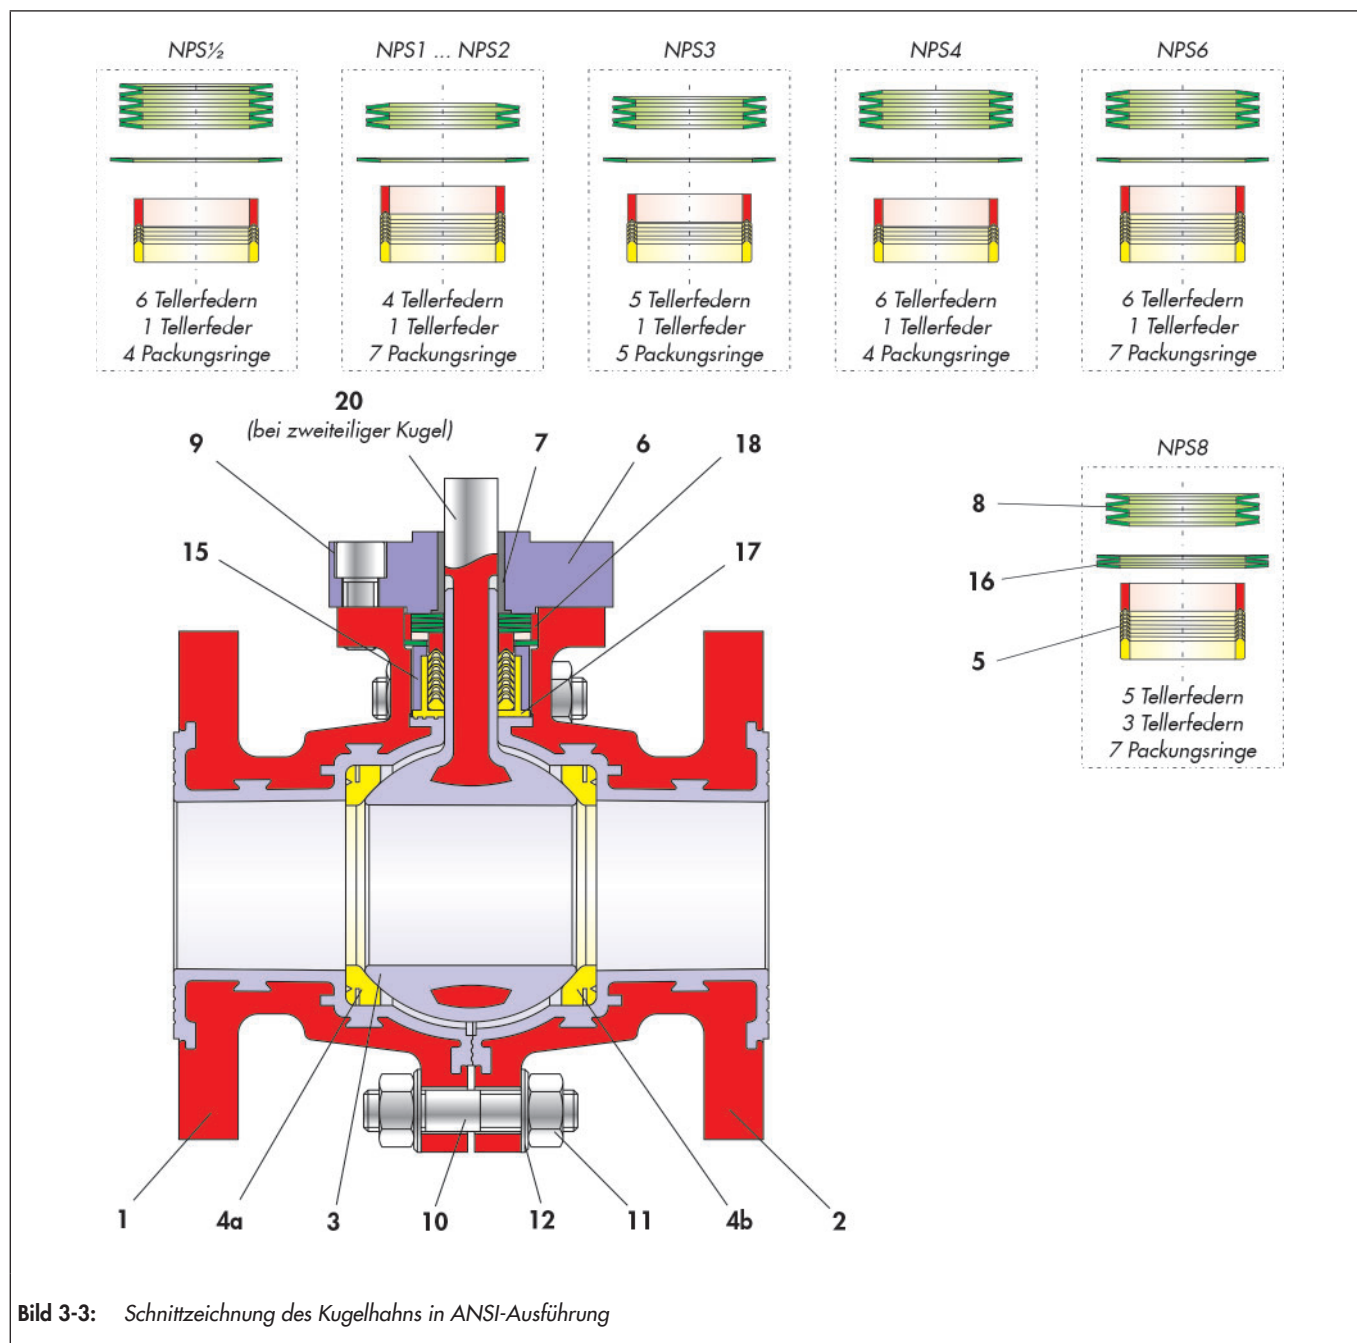

Bild 3-3: Schnittzeichnung des Kugelhahns in ANSI-Ausführung
- ⇒ Dachmanschettenpackung (5) in die PTFE-Buchse (17) legen. Anordnung und Anzahl der V-Ringe der Zeichnung entnehmen, vgl. Bild 3-3.
- ⇒ Buchse (15) vorsichtig über die Packung (7) und die PTFE-Buchse (17) schieben.
- ⇒ Tellerfeder(n) (16) auf Buchse (15) legen. Lage und Anzahl der Tellerfeder(n) der Zeichnung entnehmen, vgl. Bild 3-3.
- ⇒ Zentrierring (18) auf Tellerfeder(n) (16) legen.
- ⇒ Tellerfedersatz (8) in den Zentrierring bis auf den Grundring der Dachmanschettenpackung legen. Anordnung und Anzahl der Tellerfedern der Zeichnung entnehmen, vgl. Bild 3-3.
- ⇒ Lagerbuchse (7) in den Stopfbuchsflansch (6) einlegen.
- ⇒ Vormontierter Stopfbuchsflansch sauber auf das Gehäuse aufsetzen und mit den Schrauben (9) justieren.